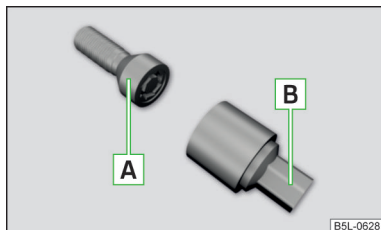

Fig. 243
Șuruburile de roată antifurt protejează roțile împotriva unui furt. Acestea se pot desface, respectiv strânge numai cu ajutorul adaptorului [B] » fig. 243.
- Introduceți adaptorul [B] » fig. 243 cu partea dințată în coroana interioară dințată din capul șurubului de roată antifurt [A] până la limită.